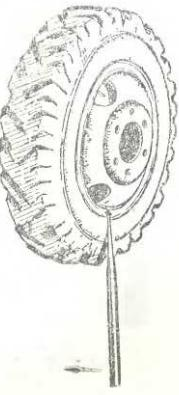

Рис. 32. Снятие бортового колца
4. В просечку на конце бортового кольца ввести тонкий конек прямой лопатки (рис. 32) и отжать его из замочной канавки обода.